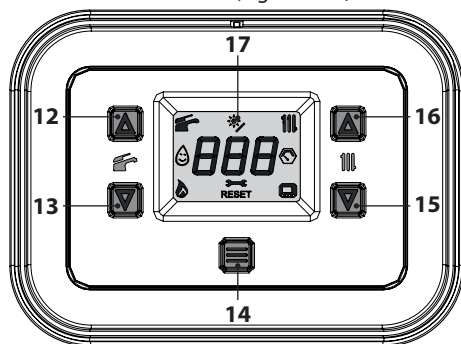
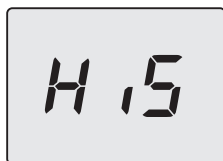
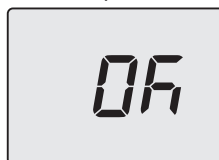

Figura 5.46
Figura 5.47
Figura 5.51
- Entrare in "modalità programmazione" premendo contemporaneamente per 5 secondi i tasti 13 e 15 (Figura 5.46) fino a far apparire sul display LCD le lettere **HiS** che indicano il menu "Storico delle caldaia" (Figura 5.47).
- Premere per 1 sec. il tasto 14 (Figura 5.46) per entrare nel parametro selezionato. Il display visualizzerà quanto segue (6=60 secondi) (Figura 5.50).
- Premendo il tasto 14 (Figura 5.46) si ottiene la conferma del valore inserito. Il display visualizzerà per 5 sec. quanto segue (Figura 5.51) poi, si porterà al livello superiore.
- tenere premuti contemporaneamente i tasti 13 e 15 per 5 sec. (Figura 5.46) (ritorno al livello precedente).